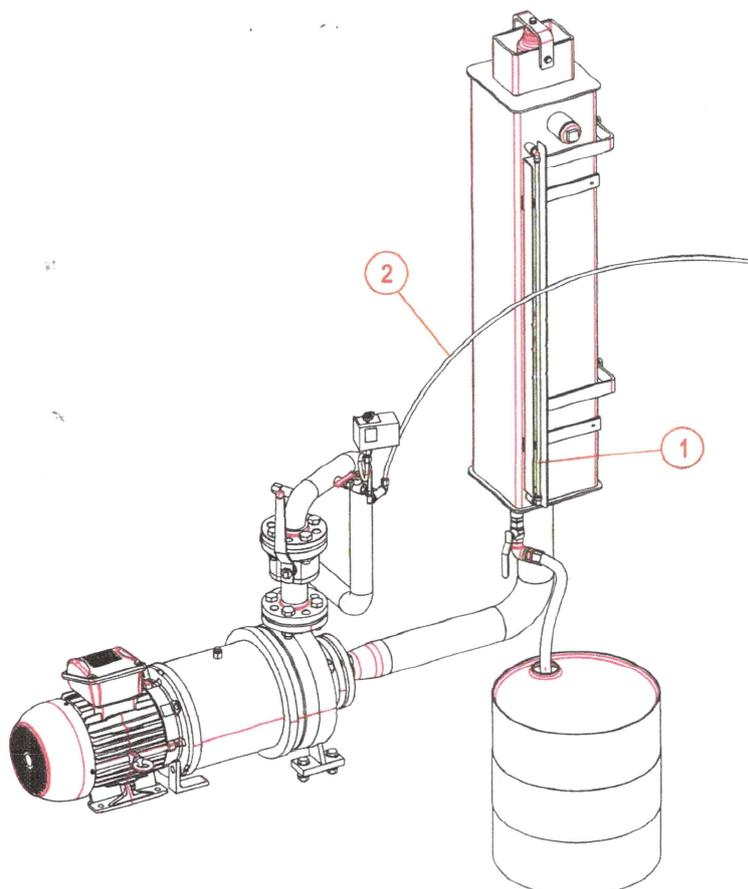

Figure 4 - L'installation de l'indicateur de niveau et du tuyau d'air comprimé
14. Connectez le tuyau d'air comprimé au circuit de chauffage de l'huile thermique. (fig. 4 - #2)
24. Retirez le tuyau d'air comprimé du circuit d'huile thermique. (fig. 4 - #2)